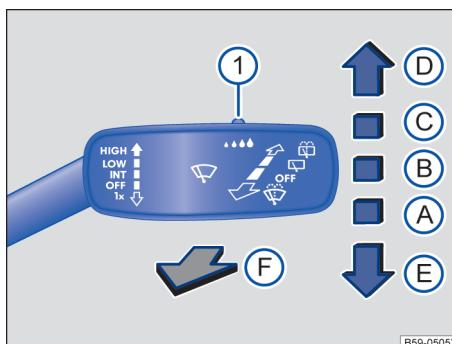

图 74 操作车窗玻璃刮水器
- (A)  车窗玻璃刮水器已关闭。
- (B)  对车窗玻璃进行间歇刮水。
- (C)  慢速刮水。
- (D)  快速刮水。
- (E)  点动刮水 - 短促刮水。
- (F)  拉住操作杆时用于清洁车窗玻璃的刮水和自动清洗功能。
- (G)  后风窗刮水器间歇刮水。风窗刮水器约每 6 秒钟刮一次。
- (H) 将操作杆拨至该位置，系统立即启动清洗/刮水功能，清洗后风窗。
- (1) 使用开关→图74①调节雨量传感器的灵敏度。
① 提示
- 向下短按车窗玻璃刮水器操作杆→图 74 ⑤。